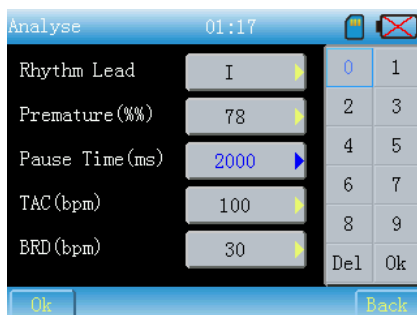

Fig. 7-22
- (2) Tiempo de Pausa: pulse el botón correspondiente para acceder a la interfaz de la Fig.7-22.